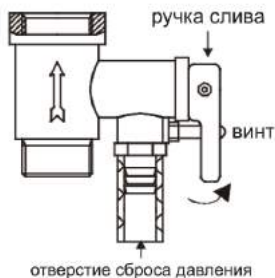

Рисунок 5
4. На входной патрубок, обозначенный голубым цветом и стрелкой направления течения воды, накрутите предохранительный клапан так, чтобы течение воды совпадало с направлением стрелки на корпусе клапана. На отверстие сброса давления предохранительного клапана (см. рисунок 5) оденьте дренажную трубку\* для отвода воды (возможно появление при нагревании) в канализацию (трубку необходимо направить строго вниз и запрещено перегибать её).
- нажать до щелчка кнопку, расположенную по центру термовыключателя, который находится рядом с ТЭНом (имеет круглую форму), рисунок 5;